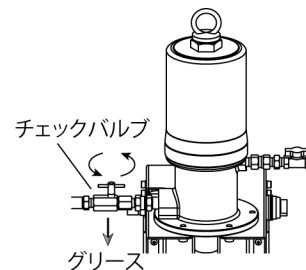

Fig.11
- 最初のグリースには、ポンプ内のエアが混入し、良い状態ではありません。ポンプ出口のチェックバルブを開き、チェックバルブ下の小さな穴からエアの混入したグリースを完全に吐出させてください。この際、グリースが手に触れないよう紙などを敷き、吐出したグリースを処理してください。(Fig.11)